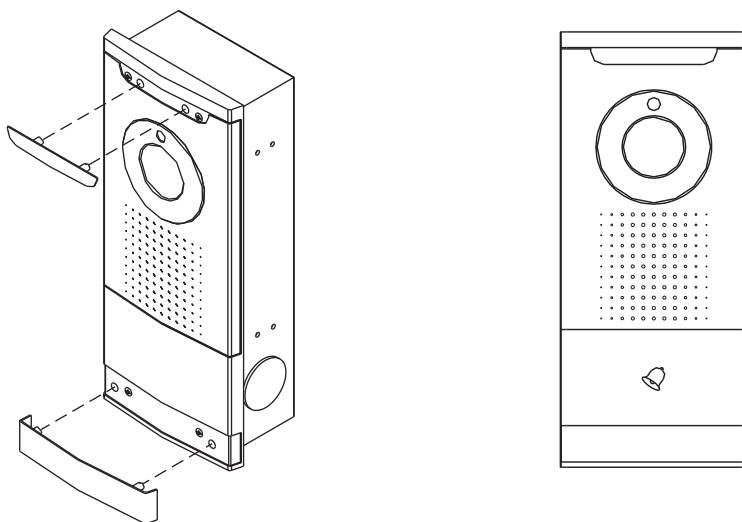

Figure 4
- 7) Insérer les pattes des appliques supérieure et inférieure dans les trous de fixation jusqu'elles s'enclenchent (**Figure 4**).